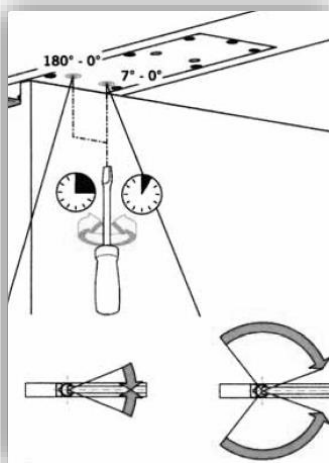

Figure 8 - Réglage de la course des pivots linteau asservis (AEM)
- **VV LINTEAU ASSERVI (AEM)** (Figure 8)